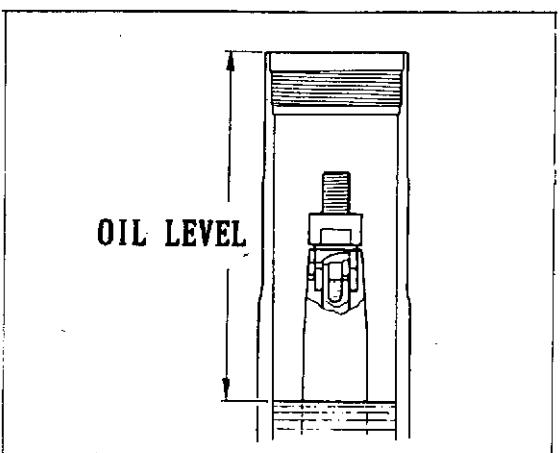

Fig. 9
- 17) Ölstandsmessung (Fig. 9).